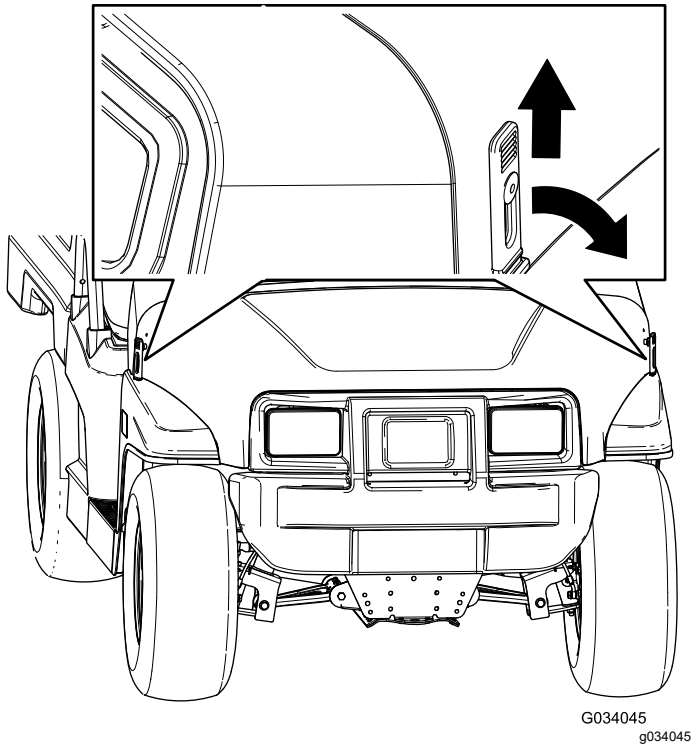

Figure 40
1. Soulevez la poignée des loquets en caoutchouc de chaque côté du capot (Figure 40).